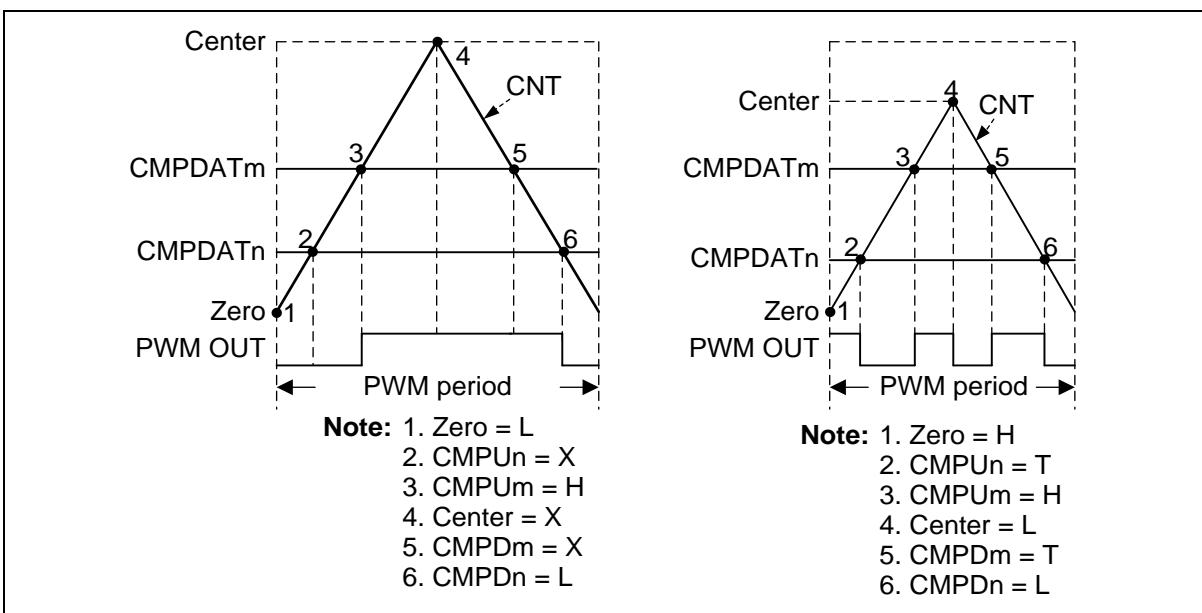

图 6.12-16 PWM 脉冲产生
通过设定PWM\_WGCTL0 和 PWM\_WGCTL1，每个事件点可以设定PWM波形：不变(X)，为低(L)，为高(H) 或切换(T)。用这些点可以很容易地产生一个不规则的PWM脉冲或可变波形，如图6.12-16中，PWM是互补模式，两个比较器n和m来产生PWM脉冲，n表示偶数通道0, 2, 4; m表示奇数通道1,3,5，n和m通道是互补组。互补模式以两个通道((CH0 和 CH1, CH2 和 CH3, CH4 和 CH5)为一组，输出一对互补波形。CMPU 表示当向上计数时 CNT(PWM\_CNTn[15:0]) 等于 CMP(PWM\_CMPDATn[15:0])，CMPD表示当向下计数时CNT等于CMP。